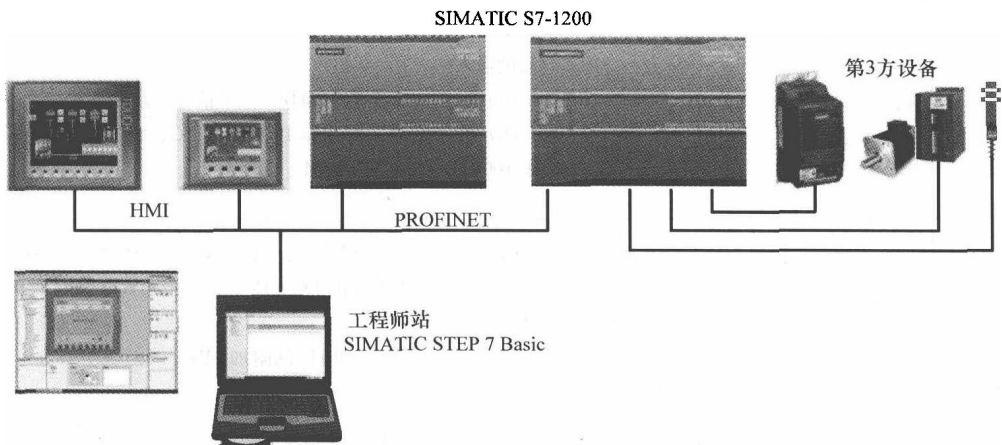

图 1-5 SIMATIC S7-1200 系列 PLC 系统的基本结构
SIMATIC S7-1200 系列 PLC 系统主要由 S7-1200 可编程序控制器、精简系列面板 HMI 和 SIMATIC STEP 7 Basic 工程组态软件组成。S7-1200 可编程序控制器主要由 CPU 模块 (CPU1211C、CPU1212C 和 CPU1214C 三种型号)、通信模块 (CM)、信号模块 (SM) 和信号板 (SB) 及各种附件组成。通过 S7-1200 可编程序控制器集成的 PROFINET 接口可直接与编程器 PG、精简系列面板或其他第 3 方设备相连，还可使用 RS485 或 RS232 通信模块进行点对点通信。SIMATIC S7-1200 系列 PLC 系统的基本结构如图 1-5 所示，SIMATIC S7-1200 可编程序控制器